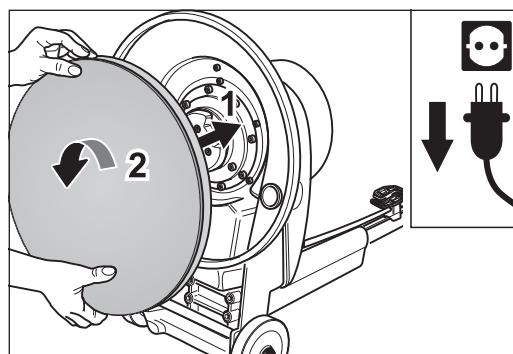

Fig. 5 Colocación del plato portaabrasivos y giro hacia la izquierda hasta el tope.
- 6 Coloque el plato portaabrasivos centralmente sobre el alojamiento del engranaje y gírelo hacia la izquierda, hasta el tope (fig. 5).